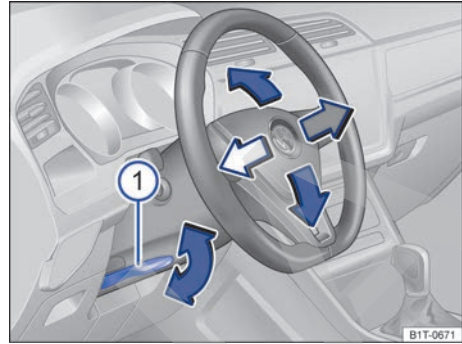

Fig. 60 Debajo del volante, en el guarnecido de la columna de dirección: palanca para el ajuste manual de la posición del volante.
- Tire hacia abajo de la palanca → fig. 60 ①.
- Después del ajuste, presione siempre la palanca → fig. 60  firmemente hacia arriba para que no se modifique la posición del volante accidentalmente durante la marcha.